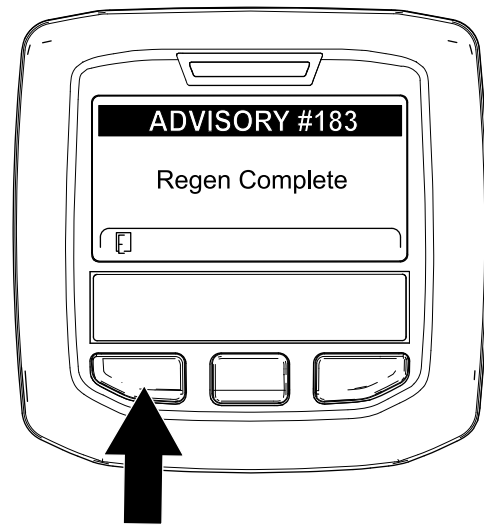

Figura 67
9. Quando il computer del motore completa una rigenerazione parcheggiata o una rigenerazione di recupero, l'InfoCenter visualizza il messaggio ADVISORY #183 (Figura 67). Premete il pulsante sinistro per uscire e tornare alla schermata Home.